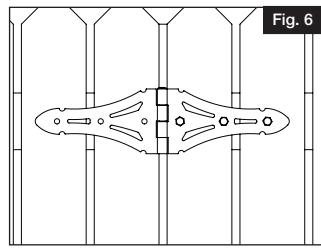

Fig. 6
- a. Coloque el portón a la altura deseada en el poste. Los travesaños horizontales del portón deben estar a la misma altura que los travesaños horizontales de la valla (Fig. 6).